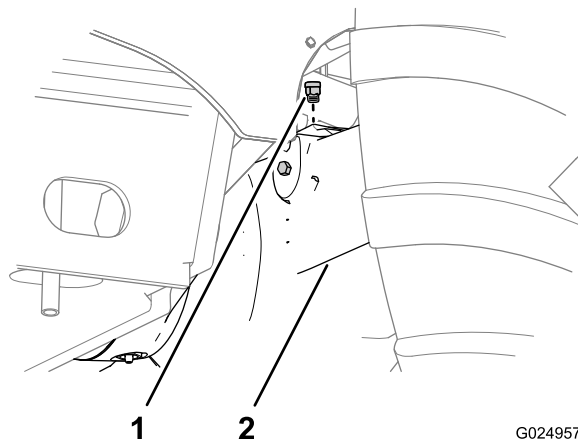

Figure 97
- Nettoyez la surface autour des reniflards avec un solvant de nettoyage (Figure 97 et Figure 98).
2. Déposez les reniflards des ponts avant et arrière (Figure 97 et Figure 98).
5. Reposez les reniflards des ponts avant et arrière (Figure 97 et Figure 98).